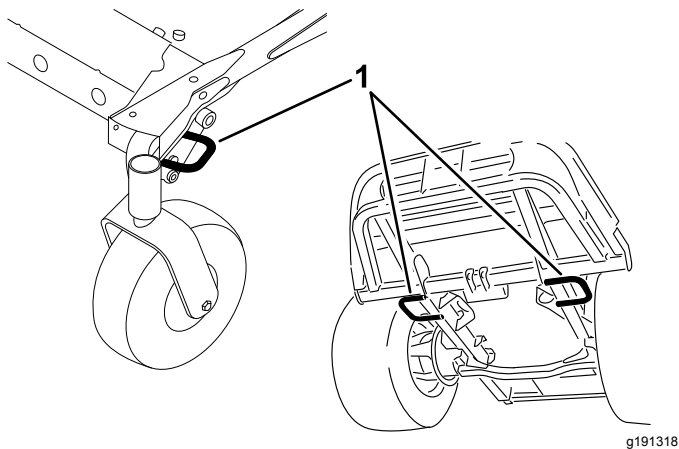

图26
5. 使用机器上的栓系环用箍带、链条、缆绳或绳索将其牢牢固定在拖车或卡车上 图26。